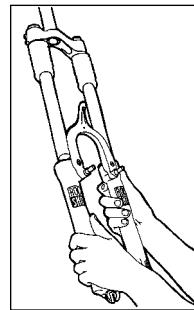

Fig. 4
7. Faites glisser l'ensemble monocoque du tube inférieur hors de son logement (voir Fig. 4). Retirez les gaines de fourche.